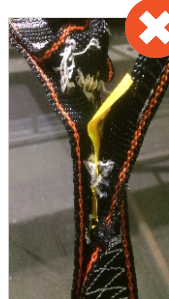

рис. 16
- в отсутствии порезов и иных следов механического воздействия (рис. 16);